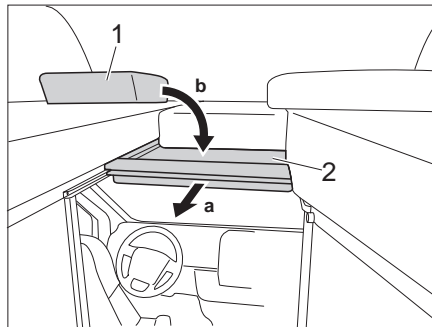

Bild 54 Fahrerhausabtrennung
- Bettunterbau (Bild 54,2) am Griff nach vorne ziehen.
- Polster (Bild 54,1) auf Bettunterbau legen.
- Polster (Bild 54,1) zur Seite legen
- Bettunterbau (Bild 54,2) nach hinten schieben.